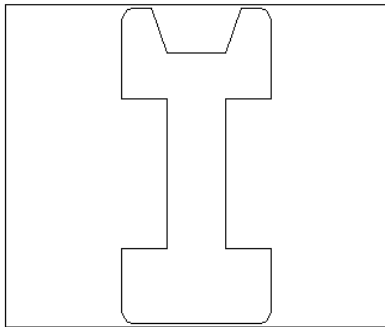

图 14-37
(2) 圆角处理。单击  按钮或者在命令行直接输入 fillet。对皮带上下边缘处进行圆角处理，圆角半径设为 20，结果如图 14-37 所示。